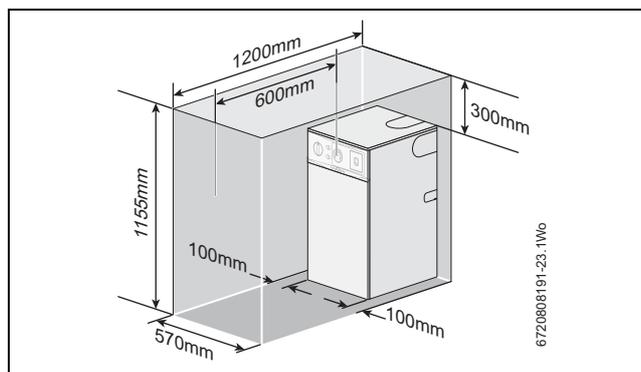

Fig. 17 Dégagements pour l'installation
- La fig. 17 montre l'espace minimal recommandé pour l'installation de l'appareil seul.